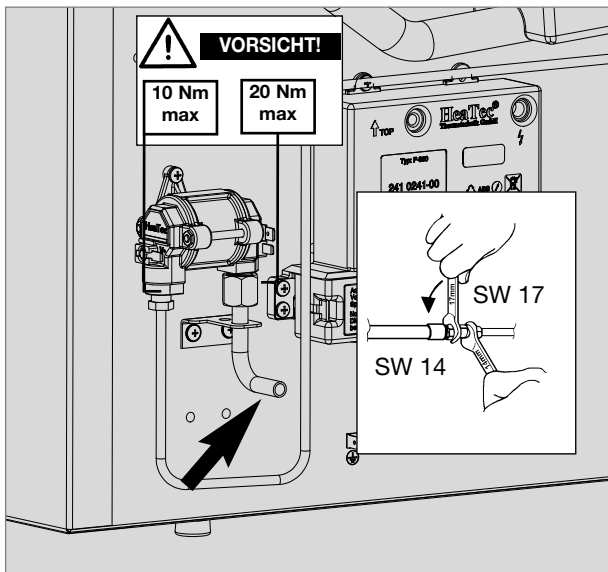

Abb. 34
- Der Gasanschluss am Gerät erfolgt mit tels einer Schneidring- (Ermeto-) Verschraubung L8, DIN 2353-ST nach EN 1949 (siehe Abb. 34).